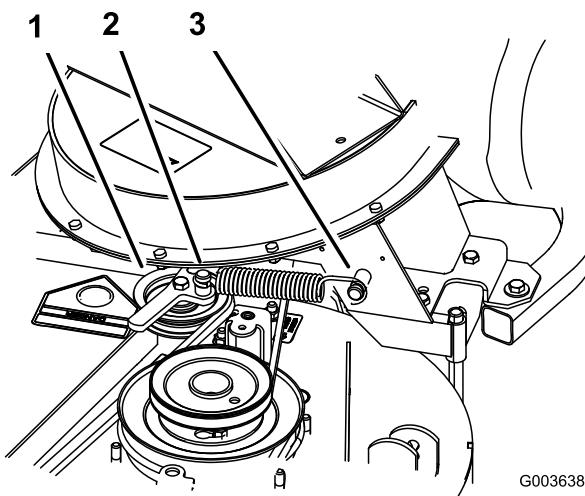

Figure 40
6. Montez le ressort comme montré à la Figure 40.